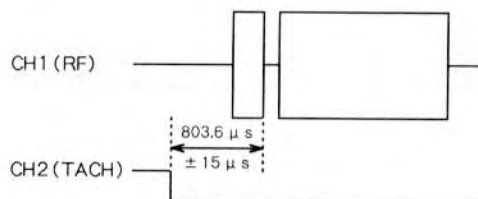

Fig. 5-8
- 4). Adjust trimmer resistor R102 so that the time from the trailing edge of the TACH waveform to the marker of the RF waveform is $803.6 \pm 15 \mu s$, as shown in Fig. 5-8.
- 4). 図5-8のように、TACH波形の立下がりからRF波形のマーカまでの時間が $803.6 \pm 15 \mu s$ になるように半固定抵抗R102を調整する。